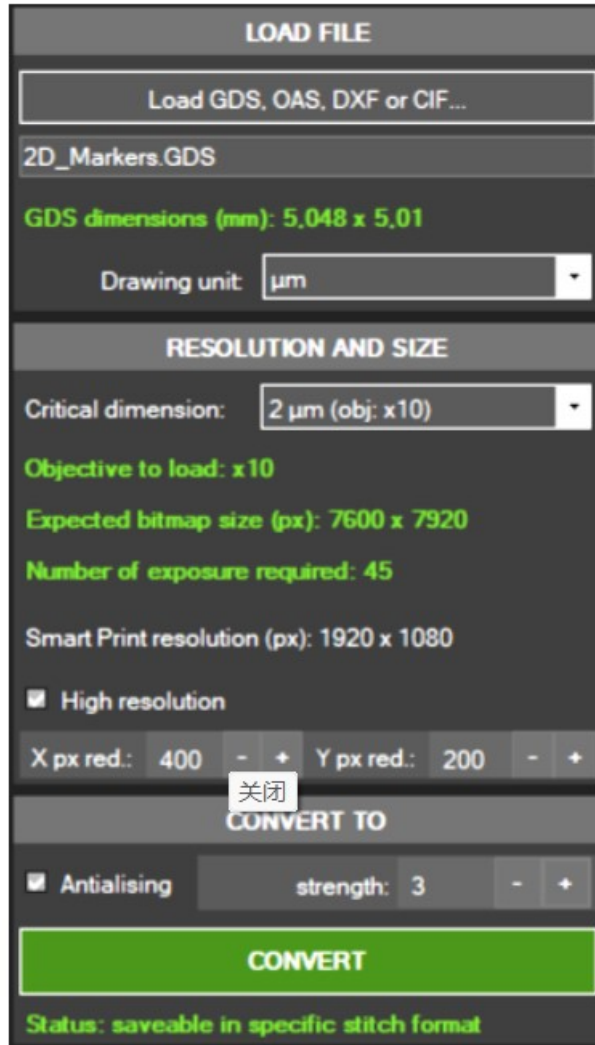

图 27 -矢量绘图转换模块-左界面
2. 在矢量转换模块 Conversion Module 窗口(图 27)中, 点击加载 GDS、OAS、DXF 或 CIF 按钮, 选择要转换的图形。该模块提取图纸大小(操作可能需要几秒钟)。提取的尺寸显示在 LOAD FILE 界面中。